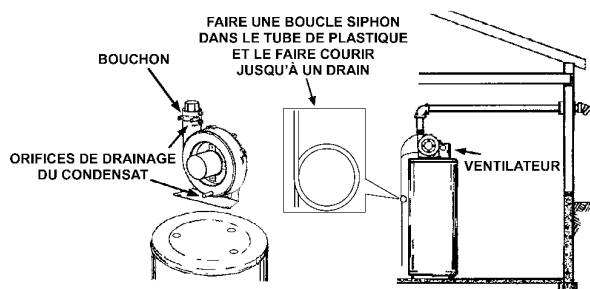

FIGURE 17
3. L'adaptateur à la sortie du ventilateur ne peut être raccordé qu'à une section droite de tuyau de 2 po. Une longueur d'au moins 2 po (5,1 cm) de tuyau de 2 po doit être raccordée à la sortie du ventilateur (fig. 17).
4. Il arrive que de la condensation se forme dans les segments horizontaux du système de ventilation. Le condensat coule jusqu'à la gaine du ventilateur, où il est évacué. Un tuyau de vidange du condensat est déjà raccordé à la gaine lorsque l'appareil est livré. Aucun té ni raccord n'est nécessaire. Voir les figures 17, 20 et 21.
Comme le chauffe-eau produit de la condensation, il faut prévoir un drain à proximité pour permettre l'écoulement sécuritaire du condensat. Le condensat produit par l'appareil est évacué dans le té d'échappement situé au bas de l'appareil (fig. 16) et à deux endroits sur le ventilateur (fig. 17). Il est légèrement acide. Certains codes locaux exigent que le condensat soit passé dans un filtre de neutralisation du pH avant d'être évacué.
De la condensation risque de se former dans le système de ventilation raccordé au chauffe-eau. Le tuyau d'évent devrait avoir une pente descendante à partir du ventilateur, d'au moins 1/8 po (3,2 mm) et d'au plus 1/2 po (12,7 mm) par pied (30 cm). Si les tuyaux ont une pente nulle ou positive à partir du ventilateur, l'installateur doit prendre des moyens adéquats pour assurer le drainage et l'évacuation des produits de condensation. Dans les deux cas, il faut raccorder un tuyau de vidange de 3/8 po (0,96 cm) à l'orifice de drainage intégré. S'assurer que le bouchon amovible est installé sur le second orifice de drainage avant de faire fonctionner le chauffe-eau (fig. 17).
3. Le condensat est évacué en deux endroits sur le ventilateur, où il faut raccorder un tuyau de vidange comportant une boucle siphon (fig. 17). Raccorder les deux tuyaux de vidange ensemble (un raccord est fourni à cet effet) et les faire courir jusqu'à un drain adéquat.